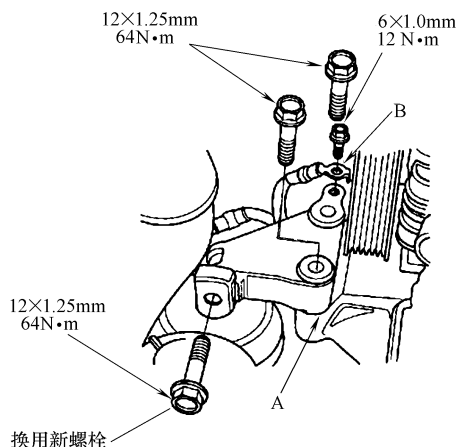

图 23-69 紧固螺栓
- 16) 安装发动机侧支架 A 的上半部分, 并按照图中的顺序紧固螺栓 (图 23-69)。
- 17) 如图 23-69 所示, 安装接地线束 B。